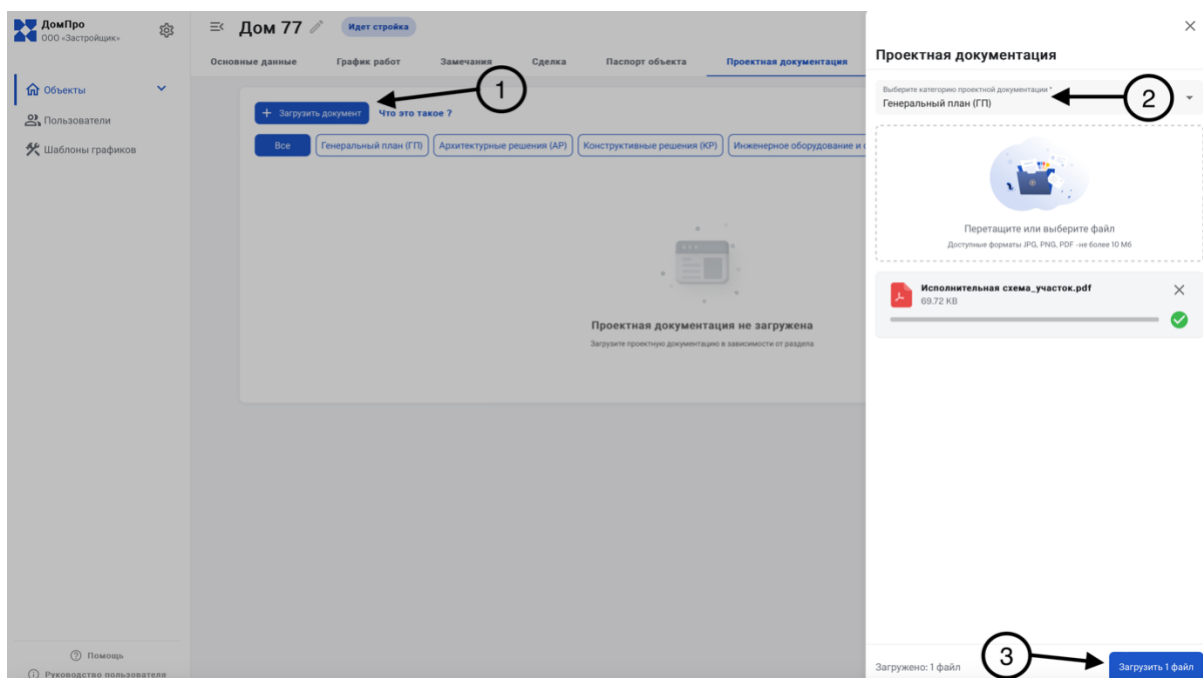

Рисунок 32 - Загрузка проектной документации
Для загрузки проектной документации по объекту необходимо зайти в подробные сведения об объекте, щелкнув левой клавишей мыши по названию объекта, и открыть раздел «Проектная документация». Далее необходимо нажать кнопку «Загрузить документ» (1). После этого необходимо определить раздел проектной документации (2) и выбрать какие файлы будут загружены. После выборе всех файлов, относящихся к этому разделу проектной документации можно нажать кнопку «Загрузить» (3) Рисунок 32.